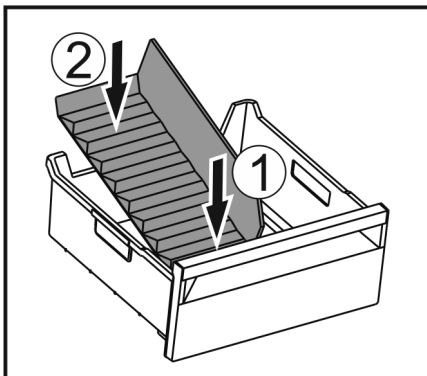

Fig. 139
- ▶ Introduceți partea frontală a separatorului pentru compartimentul de gheață. Fig. 139 (1)
- ▶ Coborâți partea posterioară a separatorului pentru compartimentul de gheață până la baza sertarului. Fig. 139 (2)